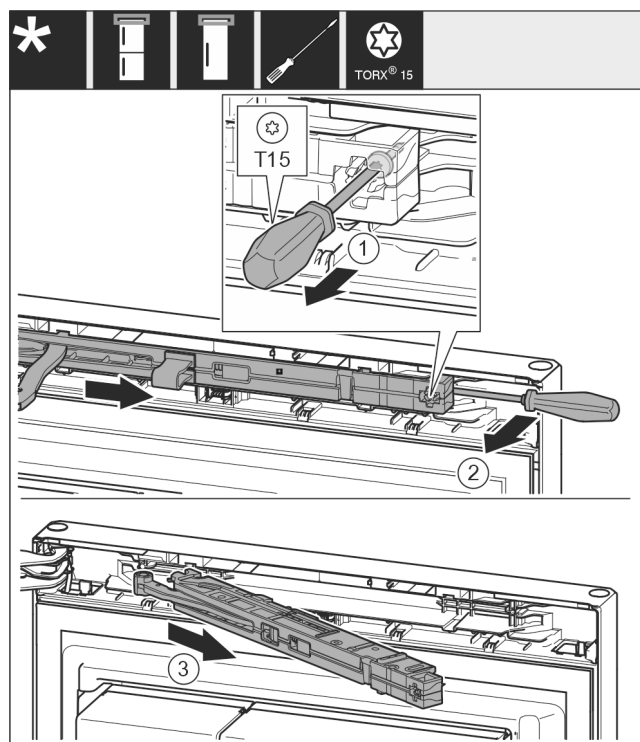

Fig. 13
- Schraube Fig. 13 (1) an Schließdämpfereinheit mit Schraubendreher 14 mm lösen.
- Schließdämpfereinheit Fig. 13 (2) griffseitig mit Schraubendreher nach vorne aushebeln.
- Schließdämpfereinheit Fig. 13 (3) herausziehen.